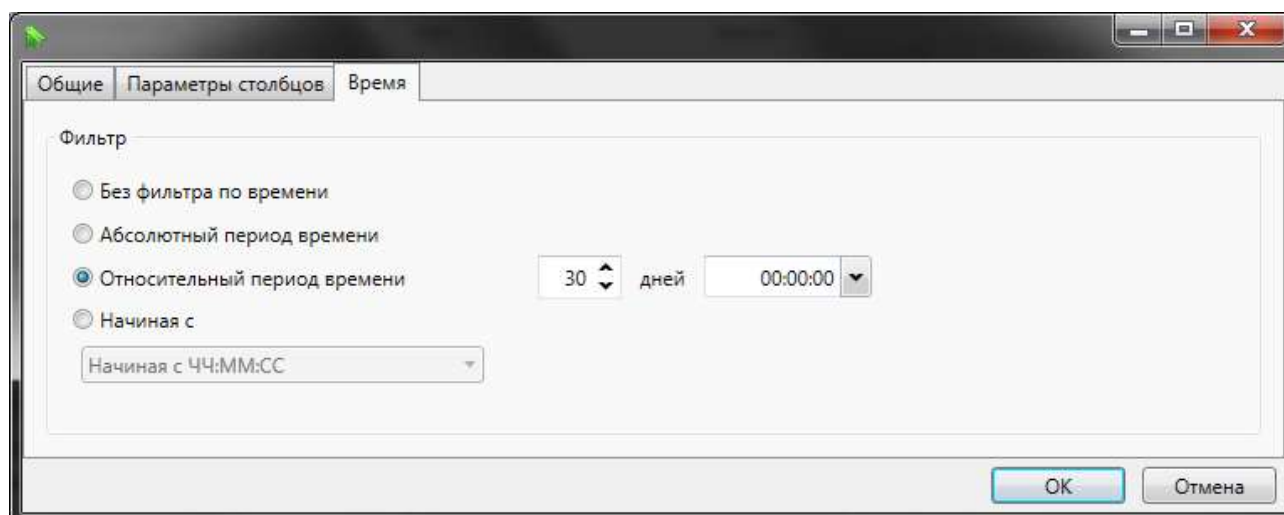

Рисунок 98 – Раздел **Время** фильтра ЖС
- **Время**, где указывается промежуток времени, в пределах которого необходимо выводить список событий (рисунок 98, таблица 45).